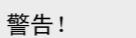

图 227 翻下的插座
- 检查此时可看见的拖车牵引装置的座槽（箭头）⇒ 图 227 上是否有污染，并在必要时清洁 ⇒ !.